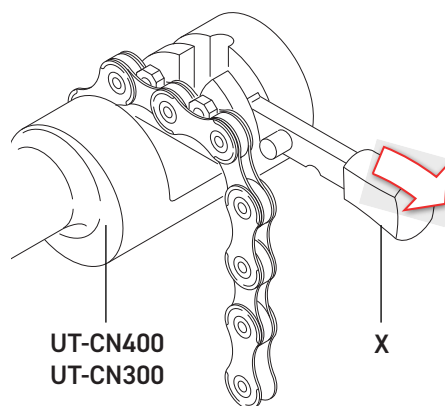

Abb.11
- Dann das Kettenglied, das geschlossen werden soll, in den vorgeformten Sitz im Werkzeug einsetzen (Abb. 11).